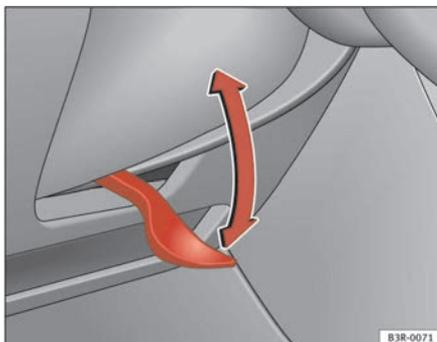

Fig. 145 Palanca debajo de la columna de dirección
- Tire de la palanca ⇒ **fig. 145** hacia abajo ⇒